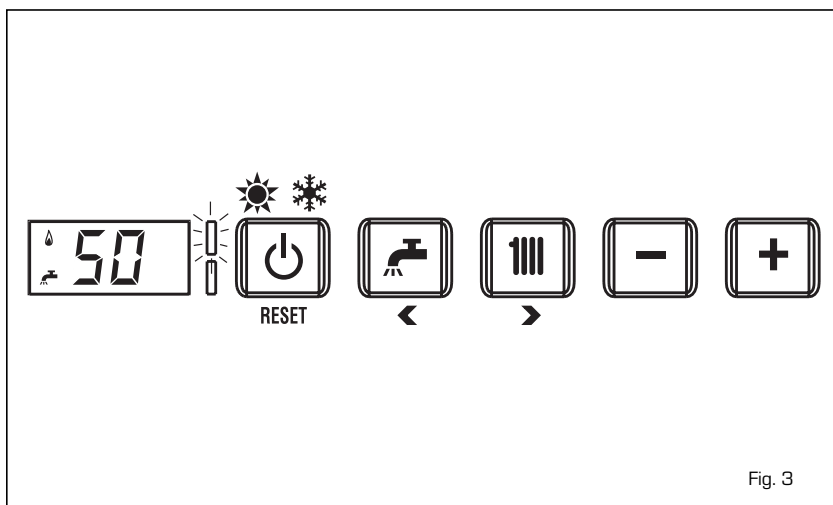

Fig. 3
**REGULATION OF THE D.H.W. TEMPERATURE (fig. 3)**